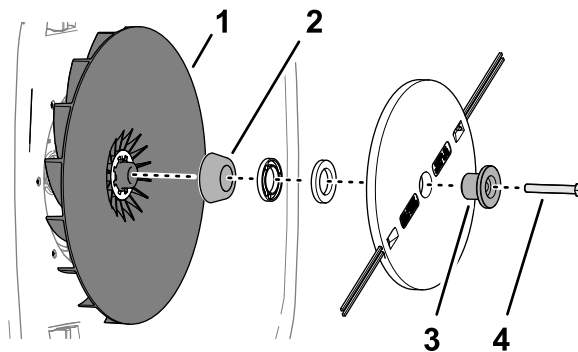

Рисунок 30
1. Установите стопор, режущий диск, проставки и коническую проставку на крыльчатку с помощью болта (Рисунок 30).